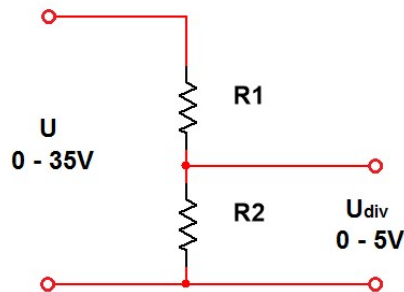

Figura 6. Schema divizorului rezistiv de tensiune
**Divizorul rezistiv de tensiune** (Figura 6) este utilizat pentru a măsura tensiunea electrică și este necesar deoarece atât tensiunea furnizată de sursa de alimentare de laborator (35 V) cât și tensiunea maximă de funcționare a becului (12 V) depășesc tensiunea maximă suportată la intrările analogice (5 V) ale plăcii Arduino Uno.